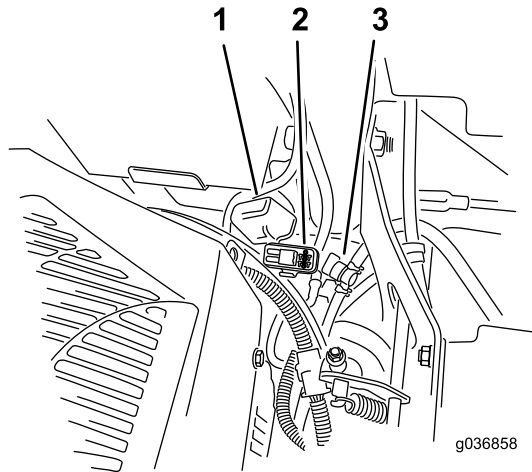

Figura 84
Nota: En máquinas MyRide, asegúrese de que el cable de tierra no roza contra el brazo arrastrado ni contra el soporte inferior del amortiguador (Figura 84).
Los fusibles están situados en la consola de la derecha, junto al asiento (Figura 84).
2. Instale un fusible nuevo (Figura 84).